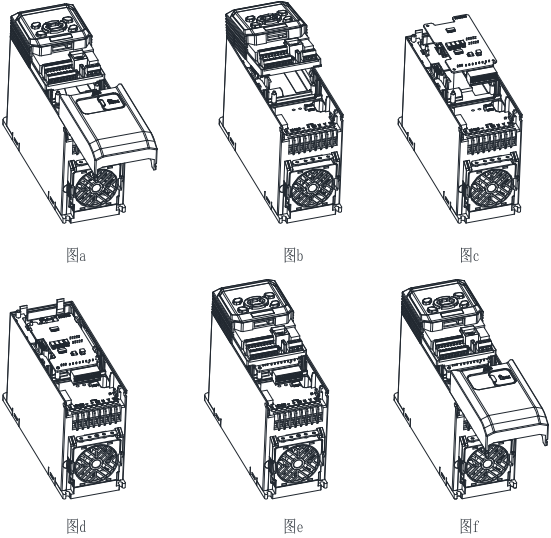

图7 PG 卡安装步骤图
- （1）变频器非上电状态下，按压下盖板中上部颗粒状处，用力向下滑动，取下变频器下盖板，如图 7-a 所示。
- （2）用小一字螺丝刀向外撬开变频器控制盒下部与变频器连接的两个卡勾，向上取下控制盒，如图 7-b 与图 7-c 所示。
- （3）安装 PG*2S 卡：先将 PG*2S 卡的端子台朝下，接着将 PG*2S 卡上的三个圆孔对准定位柱后下压，让四个卡勾卡住 PG*2S 卡，如图 7-d 所示。
- （4）完成组装，先把控制盒按图示方向扣入卡勾，再往下按压控制盒，使得其下端卡入卡勾，最后安装下盖板，用力滑入并卡住，如图 7-e 与 f 所示。